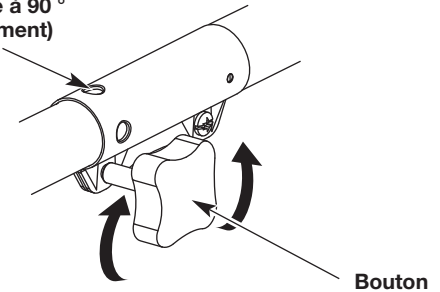
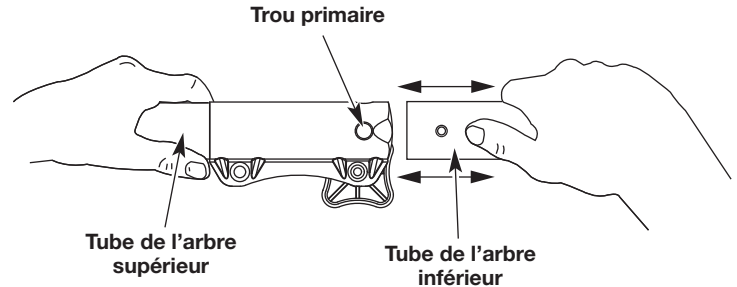

Fig. 1
Fig. 3
1. Tournez le bouton dans le sens horaire inverse pour le desserrer (Fig. 1).
2. Tout en tenant fermement l'accessoire, poussez-le tout droit dans le coupleur jusqu'à ce que le bouton de déclenchement s'enclenche correctement dans le trou primaire (Fig. 3).
3. Tournez le bouton dans le sens horaire pour le serrer (Fig. 1).
ATTENTION : Avant d'utiliser l'appareil, s'assurer que le bouton de déverrouillage est entièrement enclenché dans l'orifice principal (Fig. 3) et que la poignée (Fig. 1) est bien serrée.
Pour une bordure décorative réalisée avec un accessoire taille-bordures, verrouiller le bouton de déclenchement dans l'orifice de bordure à 90 ° (Fig. 1).
3. Tout en tenant fermement le tube de l'arbre supérieur, tirez l'accessoire en ligne droite pour le détacher du coupleur (Fig. 3).